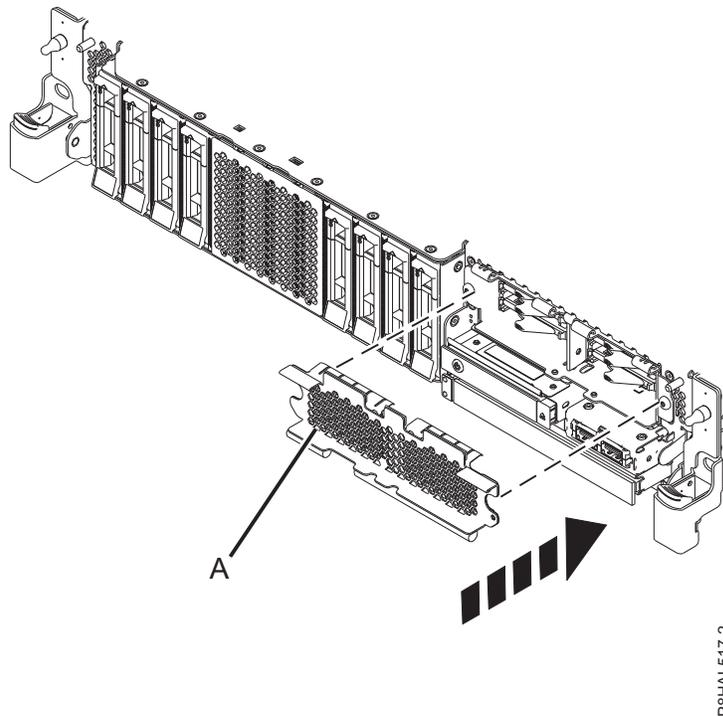

Figura 99. Tapar el receptáculo de SSD en un sistema de función ampliada
4. Si procede, cierre el receptáculo de SSD con la placa perforada (**A**) tal como se indica en la Figura 99 en la página 102.